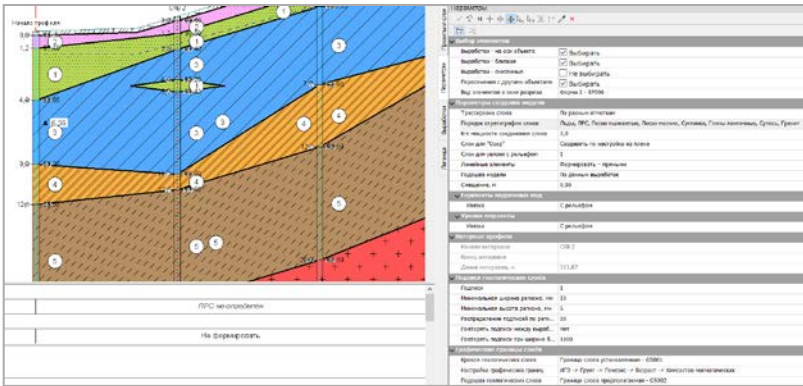

Рис. 13.2
3. Выберите команду **Геология/Создать модель - по выработкам**. Установите параметры согласно рис.13.2.